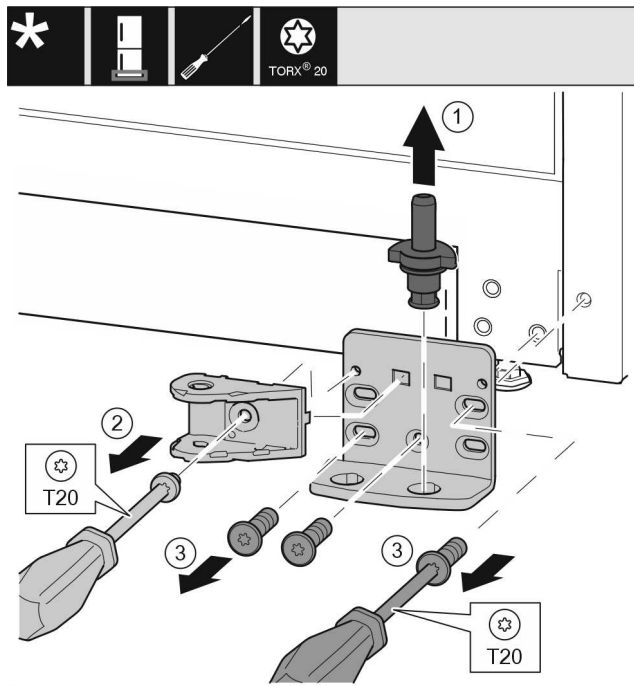

Fig. 35 *
- ▶ Húzza ki teljesen a csapszeget Fig. 35 (1) felfelé.*
- ▶ Tekerje ki a csavart Fig. 35 (2) csavarhúzóval, és vegye le a záráscsillapító egység kötőelemét.*
- ▶ Tekerje ki a csavarokat Fig. 35 (3) csavarhúzóval, és vegye le a csapágybakot.*